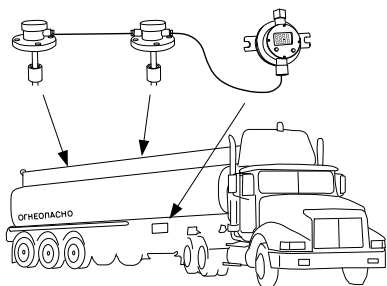
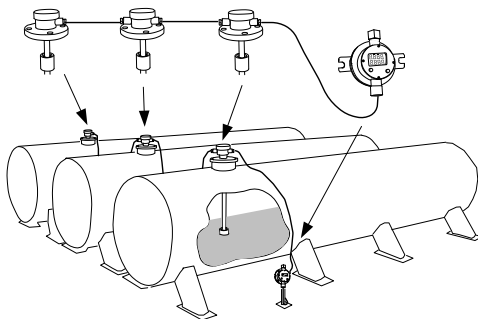

Рисунок 1
Рисунок 2
1.1.2 Системой могут оснащаться автоцистерны (рисунок 1), резервуарные парки (рисунок 2) и другие резервуары хранения и перевозки жидкостей, где требуется автономное питание.